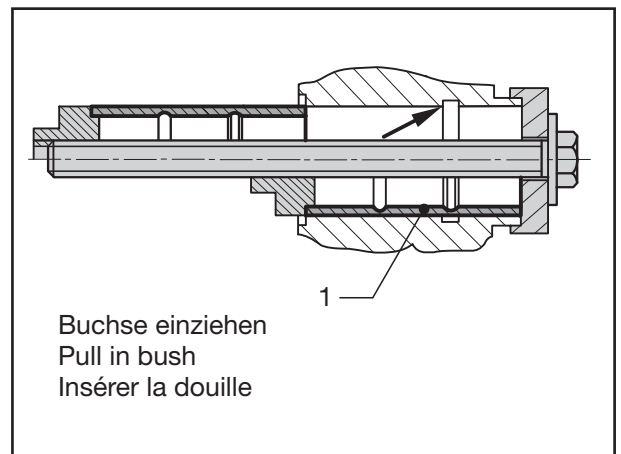

Fig. 7
- [20] Feststellen, ob eine Nut im Bremssattel vorhanden ist (siehe Fig. 7/Pfeil).
- [20] Check whether there is a groove in the brake caliper (see Fig. 7/arrow).
- [20] Constater si l'étrier de frein comporte une encoche (voir Fig. 7/flèche).